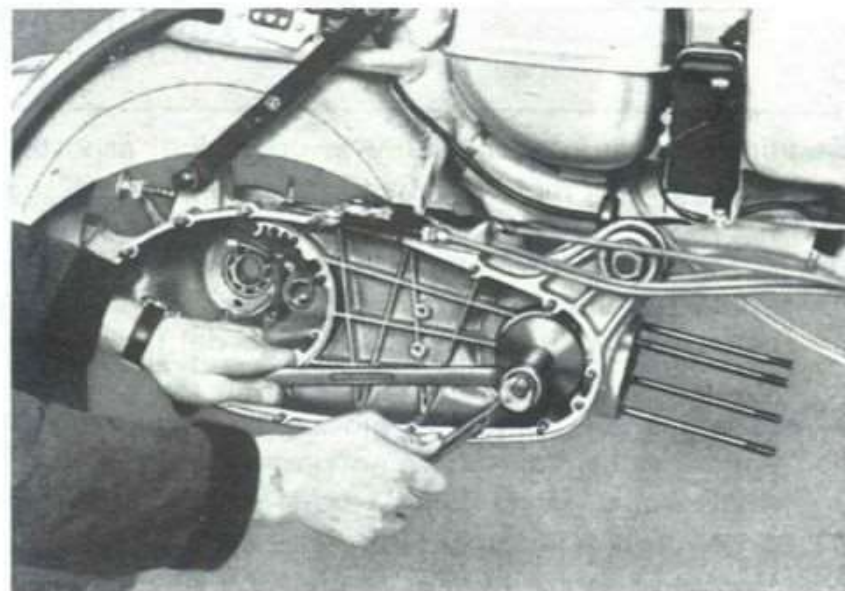

Fig. 27
- 36** Rimontare il cuscinetto a sfere albero motore: infilare sulla vite dell'attrezzo il disco \varnothing 60 e quindi il cuscinetto a sfere. Fare attenzione che la faccia scaricata del disco sia rivolta verso il cuscinetto. Infilare la vite nell'alloggiamento del cuscinetto dal lato magnete. Infilare sulla vite dal lato pignone il disco \varnothing 73 e quindi il distanziale. Avvitare il dado sul distanziale fermando la vite con una chiave da 12 e facendo attenzione che il cuscinetto venga montato in piano nella sua sede e si trovi alla fine del montaggio contro il suo spallamento. Montare quindi dall'interno del carter motore la rondella di tenuta e la flangia di bloccaggio con guarnizione. Vedi fig. 27.